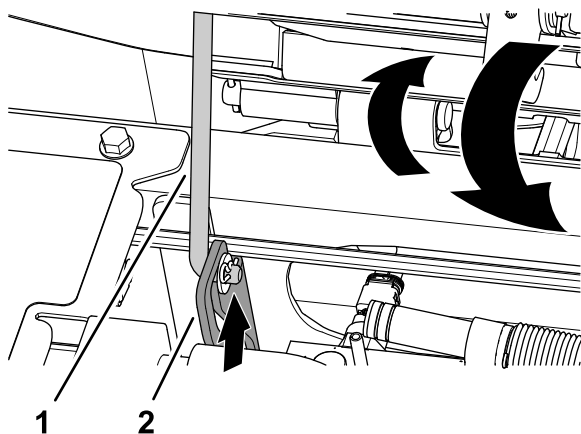

Рисунок 64
1. Немного поднимите сиденье и выведите опорную стойку из углубления паз в опоре сиденья (Рисунок 64).